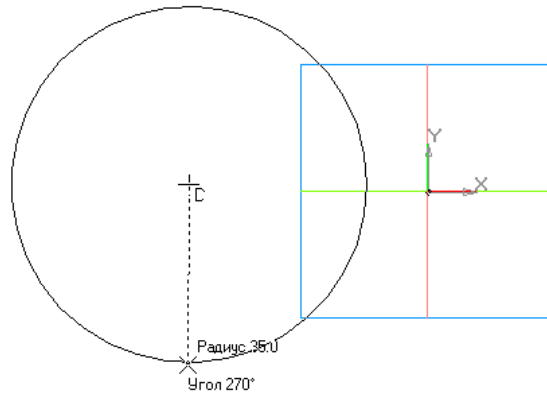

Рис. 2.18. Построение окружности по центру и точке на окружности.
2.5. Перейдите в рабочее поле и в любом месте (рис. 2.18) щелкните левой кнопкой. Точка **центра окружности** выбрана (параметр **Центр** зафиксирован, рис. 2.17 а). Подсказка в строке сообщений:
2.6. Переместите курсор в сторону (на рабочем поле появится вариант окружности – фантом), рис. 2.18.